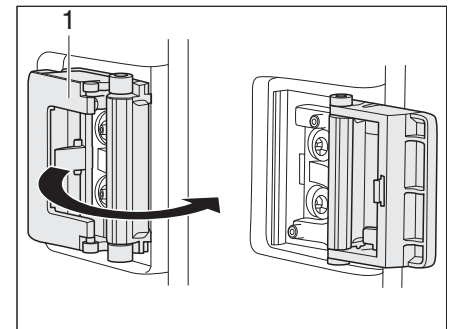

Fig. 117 Bloquer/débloquer la porte du réfrigérateur
- Rabattre le crochet de verrouillage (Figure 117/1) vers l'avant. Lorsqu'on ferme la porte du réfrigérateur, celle-ci reste ouverte d'un interstice afin d'éviter la formation de moisissures.